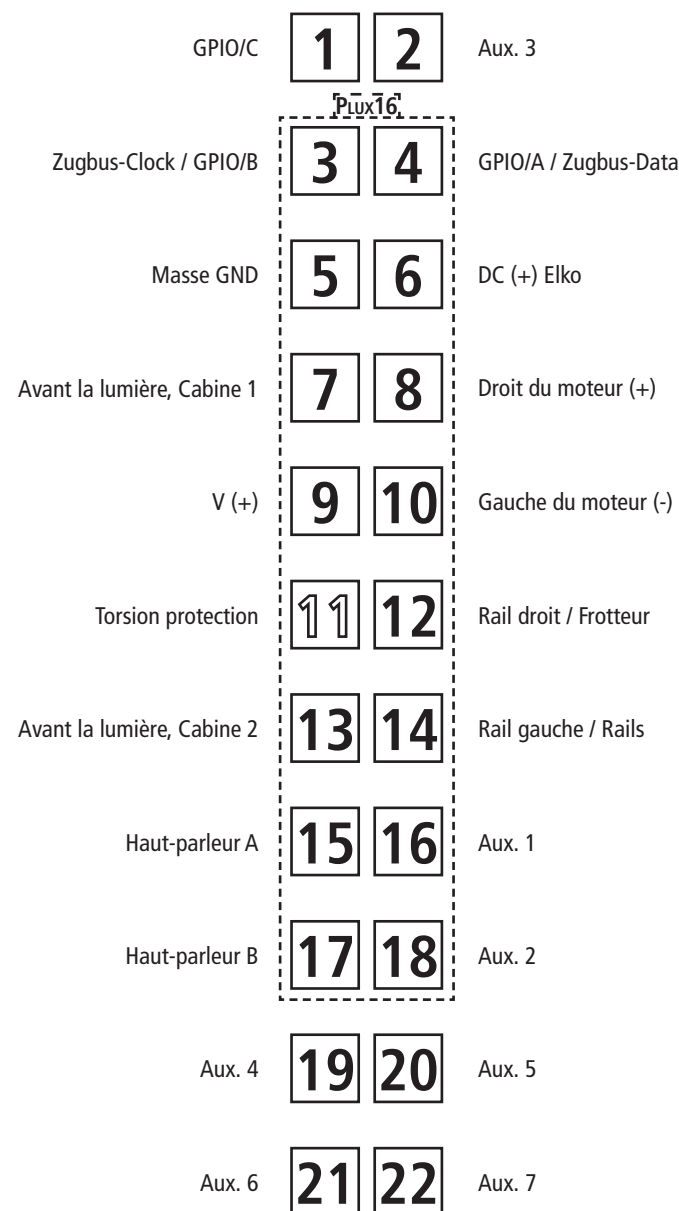
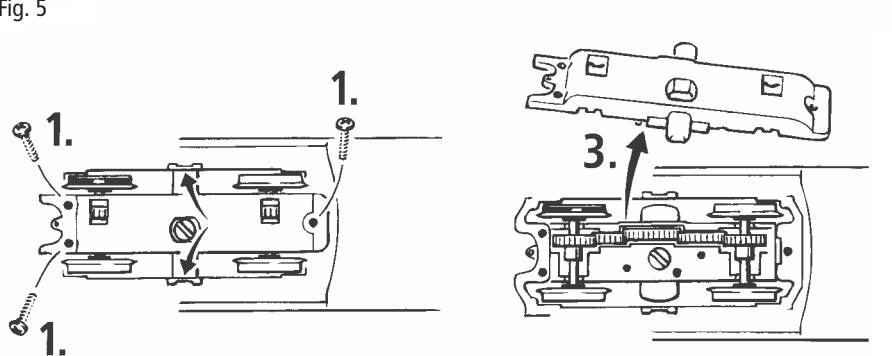

Fig. 5
Fig. 6
3. Haftreifenwechsel: Zuerst den Getriebedeckel abnehmen (Fig. 5). Danach den **Radsatz** herausnehmen und die **Haftreifen** mit einer Nadel od. mit einem feinen Schraubendreher abziehen (Fig. 6). Beim Aufziehen der neuen Haftreifen darauf achten, dass diese sich nicht verdrehen.
3. Change of traction tyre: Remove the gear cover (fig. 5). Take out **wheel set** and remove **traction tyre** using a pin or a fine screwdriver (fig. 6). When pressing on the new traction tyre please **avoid twisting it**.
1. Nettoyage des lames de courant aux roues: Les lames de contacts risquent de s'encrasser rapidement sur des voies poussiéreuses. Veuillez **enlever la poussière** aux endroits marqués à la fig. 6 à l'aide d'un petit pinceau souple.
3. Échange des bandages d'adhérence: Démontez d'abord le **couvercle du carter des engrenages** des engrenages (fig. 5). Délogez ensuite les essieux bandagés et enlevez, à l'aide d'une aiguille ou d'un tournevis fin, les bandages d'adhérence (fig. 6+7). Lors du montage des nouveaux bandages veuillez veiller à ce que les bandages **ne soient pas tordu**.